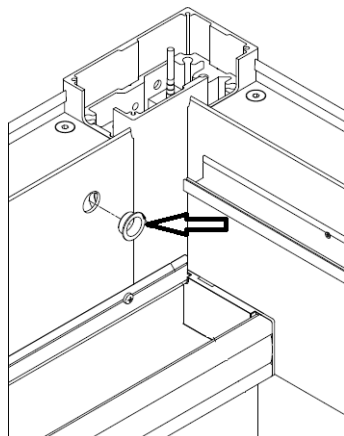

Abbildung 23
20. In die äußeren Öffnungen an beiden Enden der Längsträger müssen mit einem Hammer Kunststoffgleitringe in die Seitenwand eingeschlagen werden (Abb. 23).